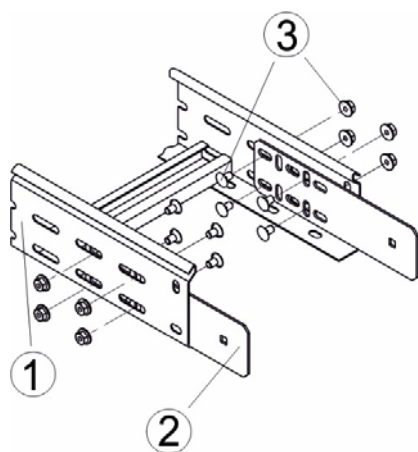

Рисунок 33
7.5.1 Приложить с двух внутренних сторон к боковым стенкам одного из соединяемых лотков позиция 1 (рисунок 33) по две пластины шарнирного соединения позиция 2 и закрепить их комплектом соединительным КС позиция 3.